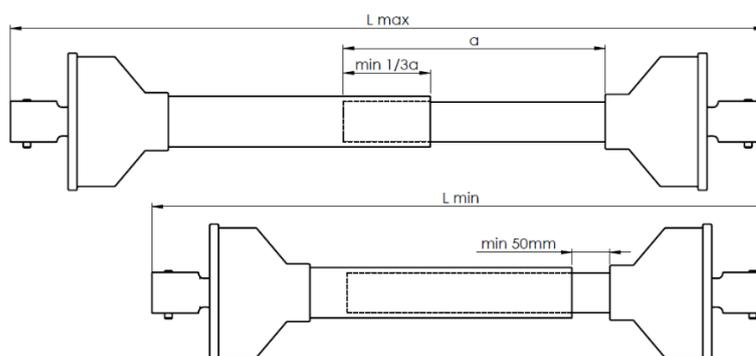

Рисунок 18-й Регулировка длины шарнирно-телескопического вала - при присоединении навозоразбрасывателя к трактору
- убедиться, что после соединения шарнирно-телескопический вал, передающий привод от трактора, имеет достаточную длину во всех возможных положениях трактора по отношению к машине (рисунок 18);